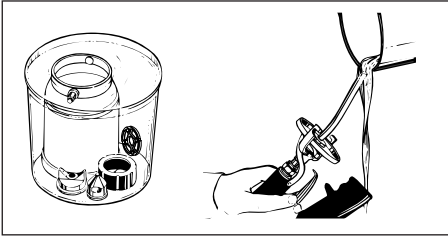

Fig. 16 - Nettoyage des pièces du pistolet pulvérisateur
3. Placer les pièces et la tasse pour peinture dans un seau ou autre récipient convenable. Faire tremper les pièces dans un solvant ou dans un mélange de savon et eau pour la peinture latex (Voir Figure 16).
Pour nettoyer le pistolet, rincer un solvant convenable travers du tuyau de matériel jusqu'à ce que la solution s'éclaircisse. Répéter la procédure au bout de la buse du pistolet (Voir Figure 16).